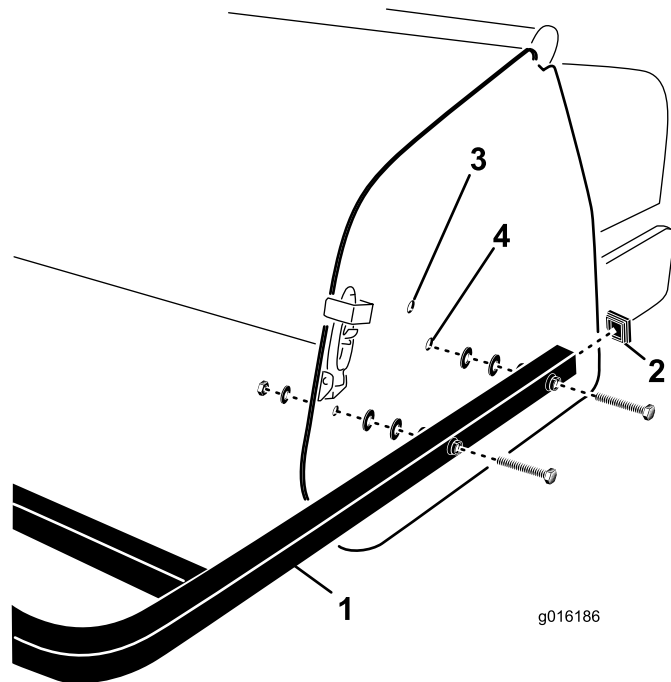

Figure 28
1. Insérez les obturateurs d'extrémité au bout des tubes de déflecteur arrière (Figure 28).
2. Alignez les trous des tubes de montage du déflecteur arrière sur les trous des plaques latérales de l'aérateur (Figure 28).
3. Fixez les tubes de montage du déflecteur aux plaques latérales avec (4) vis, rondelles plates et écrous (Figure 28).